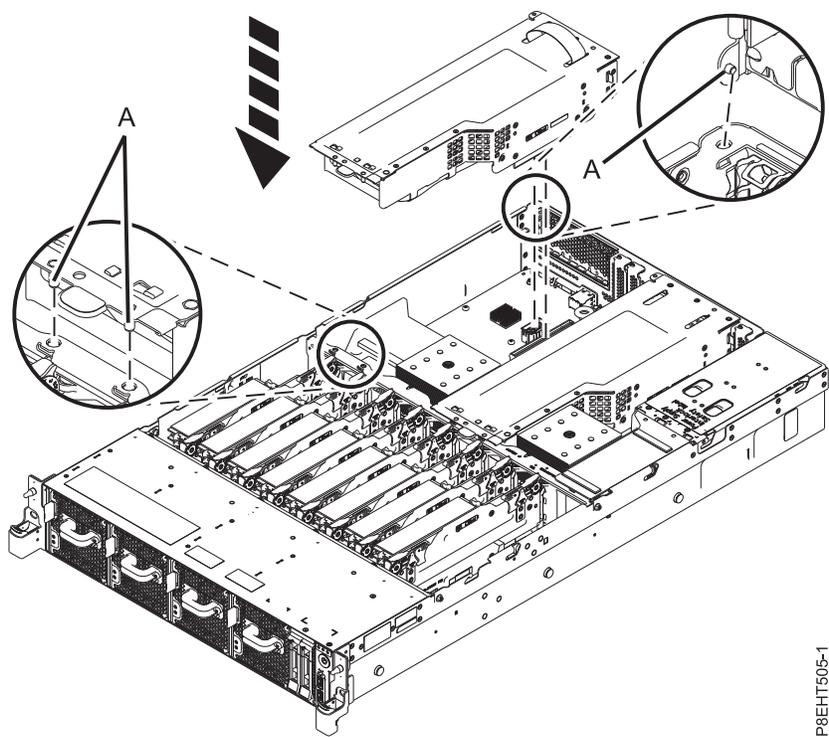

Figure 42. Installation du serveur Connecteur de bus PCIe
8. A l'aide des 3 broches d'alignement (**A**), placez le Connecteur de bus PCIe dans le système. Insérez-le jusqu'à ce qu'il soit correctement installé dans le système. Voir figure 42, à la page 39.